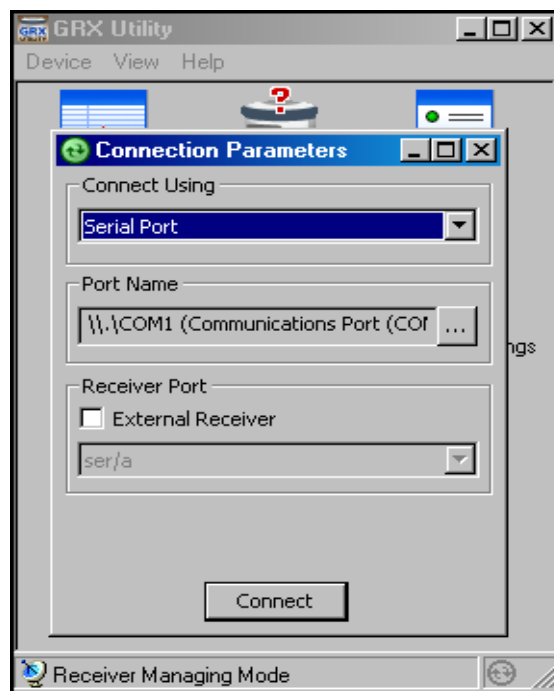

Рис. 3-9. Параметры соединения
6. Нажмите кнопку **Connect** (Рис. 3-9).